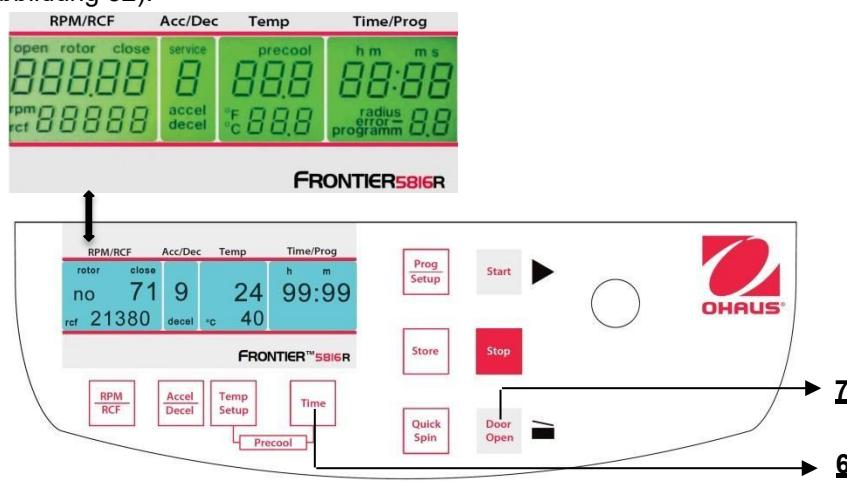

Abbildung. 32
**Während die Zentrifuge ausgeschaltet ist, drücken Sie gleichzeitig die Tasten "Time"(6) und "Door Open"(7)**
(7) und schalten Sie die Zentrifuge am Hauptschalter ein. Lassen Sie nun beide Tasten los und als ein Ergebnis hiervon wird ein Anzeigetest von ungefähr 5 Sekunden durchgeführt. Alle Indikatoren werden gleichzeitig erscheinen (siehe Abbildung 32).